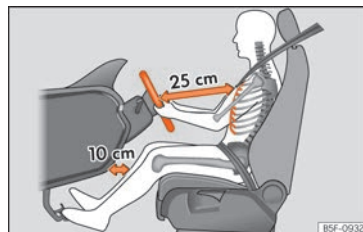

Fig. 3 La separación correcta entre el conductor y el volante debe ser de 25 cm como mínimo (10 pulgadas).
- Ajuste el volante de modo que quede a una distancia de, por lo menos, 25 cm (10 pulgadas) del esternón »» fig. 3 y lo pueda sujetar con ambas manos por los lados, por la parte exterior, con los brazos ligeramente flexionados.
• Ajuste longitudinalmente el asiento de forma que pueda pisar a fondo los pedales con las rodillas ligeramente flexionadas y que quede una distancia entre la zona de las rodillas y el tablero de instrumentos de al menos 10 cm (4 pulgadas) »» fig. 3.